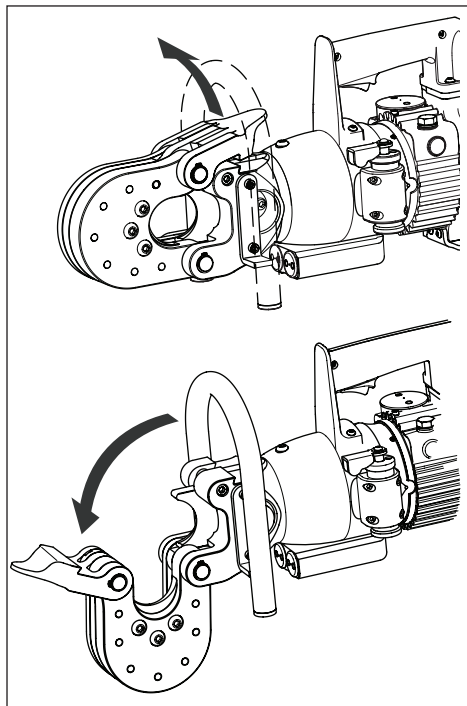

Figura 2, Abrir el cabezal de corte
**Para abrir el cabezal de corte:** Levante el pestillo para liberarlo. A continuación, gire el cabezal de corte del cuerpo del cortacables. Véase Figura 2.